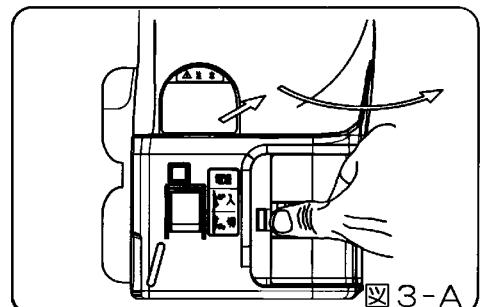

図 3-A
- ①製品本体側方の突起部を指で押さえこみながら、フタ部を後方に 90 度開きます。 (図 3-A)
- ②本機内部の電池差込口の溝に充電式電池あわせ、差し込んでください。 (図 3-B 左)